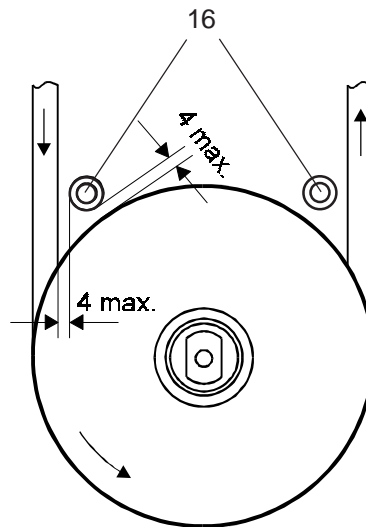

Fig. 6.9
- Déplacer le protecteur d'entrée de courroie (16) sur le côté d'entrée vers l'intérieur jusqu'à ce que les écarts entre le cylindre de guidage et la poulie ainsi qu'entre le cylindre de guidage et la courroie ne dépassent pas 4 mm, respectivement (voir Fig. 6.9). Serrer le protecteur d'entrée dans la position correcte.